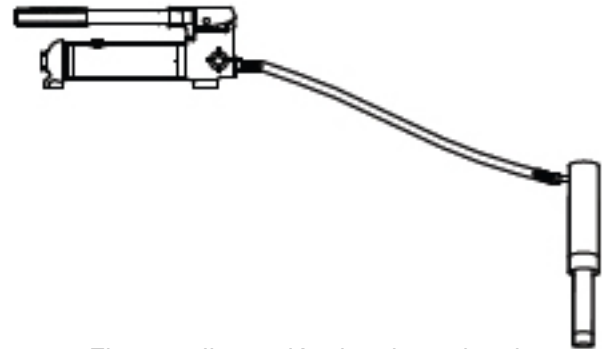

Figura 4: Ilustración de ariete y bomba para purga de aire.
1. Purgue el aire del ariete: Coloque la bomba en una posición más elevada que la manguera y el ariete, como se muestra en la Figura 4 a continuación. El objetivo es hacer flotar las burbujas de aire y enviarlas nuevamente al depósito al que pertenecen. Cierre la válvula y y extienda el ariete tan rápido como sea posible. Abra la válvula por completo para que el aceite y el aire regresen al depósito. Repita este procedimiento dos o tres veces.